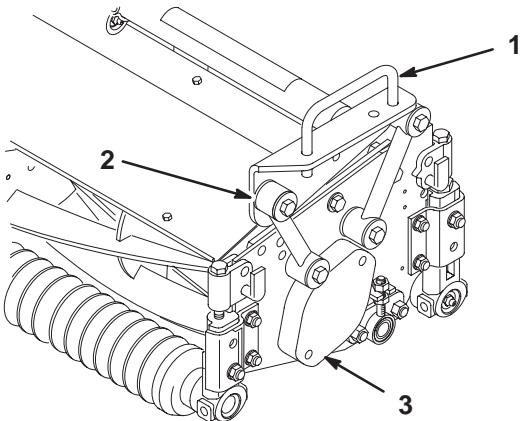
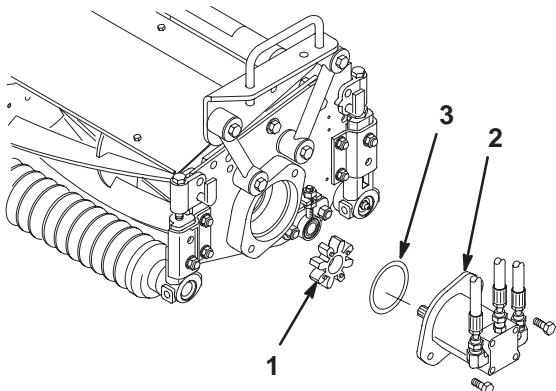

Figure 5
Figure 9
- Placez un bâti porteur sur chaque plateau de coupe en alignant les trous de fixation avec les biellettes de montage (Fig. 5).
- Fixez chaque biellette au bâti porteur avec une vis d'assemblage (3/8 x 2-1/4"), 2 rondelles plates et un contre-écrou, comme illustré à la Figure 5. Placez une rondelle de chaque côté de la biellette lors du montage. Serrez à 42 Nm.
- Déposez le couvercle du logement de roulement (Fig. 5) de l'extrémité intérieure du plateau de coupe droit. Posez le couvercle et le joint (fourni avec le plateau de coupe) sur l'extrémité extérieure. Repérez l'accouplement en étoile (Fig. 9) expédié dans le logement de roulement.
- Placez le joint torique (fourni avec le plateau de coupe) sur le flasque du moteur d' entraînement (Fig. 9).
- Posez le moteur et l'accouplement en étoile sur l'extrémité d' entraînement du plateau de coupe et fixez-les avec 2 vis d' assemblage fournies avec le plateau de coupe (Fig. 9).